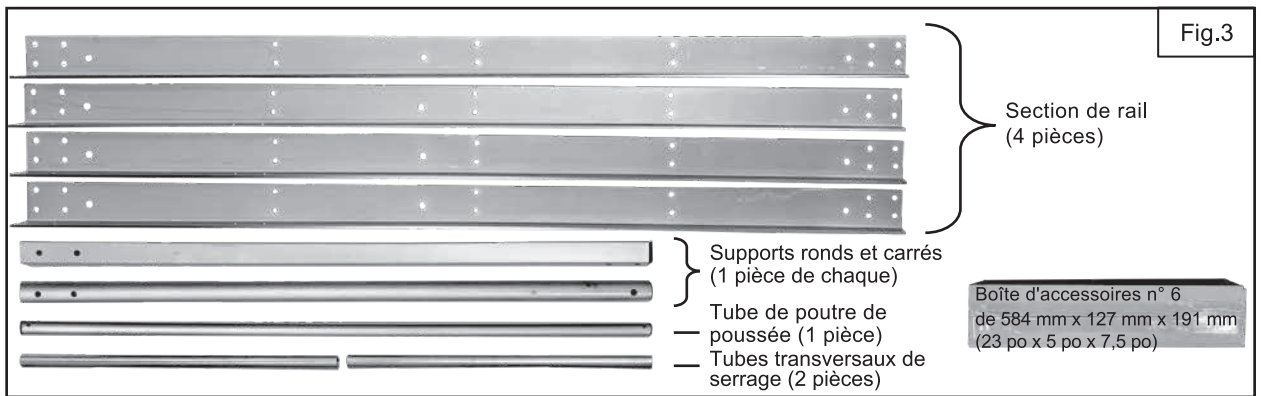

Fig. 1
Étape 2 : Déballez les articles accessibles. Une fois le dessus retiré, retirez soigneusement les cinq boîtes d'accessoires (la sixième boîte d'accessoires sera retirée plus tard), le réservoir de lubrification et son support ainsi que le support de poutre de poussée de la caisse d'expédition. (Fig.1)
Étape 3 : Retirer les panneaux latéraux de la caisse. À l'aide d'un tournevis cruciforme, retirez les supports de renfort de coin en métal sur les quatre bords (fig. 1) de la caisse, puis retirez les quatre panneaux latéraux (fig. 2).